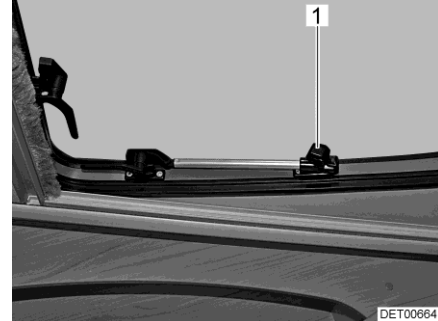

Fig. 44 Toit ouvrant avec bras pivotants, ouvert
- Ouvrir le toit ouvrant jusqu'à la position voulue et le bloquer avec la molette (Fig. 44,1).
- Tourner la molette (Fig. 44,1) jusqu'à ce que le dispositif de blocage soit libéré.